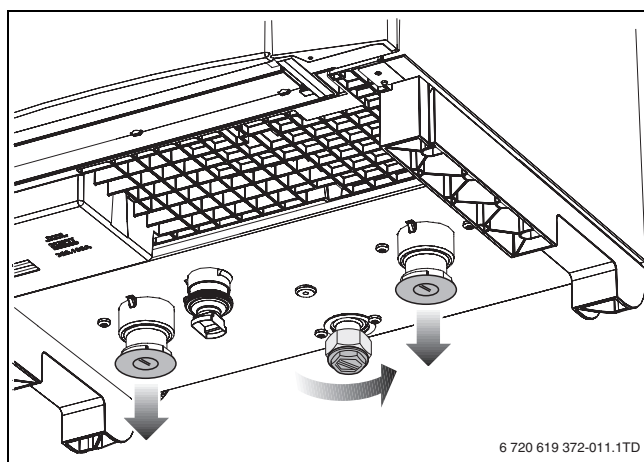

Bild 17 Schutzkappen entfernen
- Schutzkappen auf der Unterseite des Geräts entfernen (→ Bild 17).